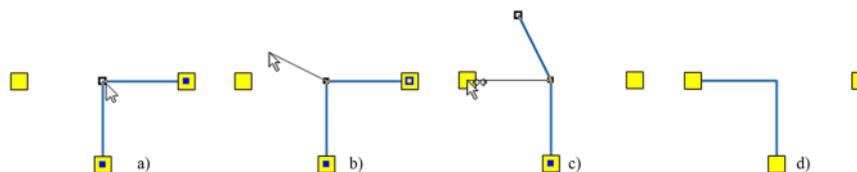

Рисунок 6.11. Перепривязка участка
2. Отметить щелчком перепривязываемый участок, щелкнув по нему левой кнопкой мыши. На отмеченном участке будет отмечены точки перелома (см. Рисунок 6.11, «Перепривязка участка»а);
4. Удерживая левую клавишу мыши и Shift отвести участок в сторону (см. Рисунок 6.11, «Перепривязка участка»б). Таким образом, мы отцепили участок от объекта;
5. Щелчком левой кнопкой мыши «ухватиться» за конечную точку участка. Не отпуская клавишу мыши и удерживая клавишу Ctrl на клавиатуре подвести конец участка к узлу привязки, при этом вид курсора изменится на следующий  (см. Рисунок 6.11, «Перепривязка участка»с);
- Отпустить клавишу мыши для окончания перепривязки участка (см. Рисунок 6.11, «Перепривязка участка»d).